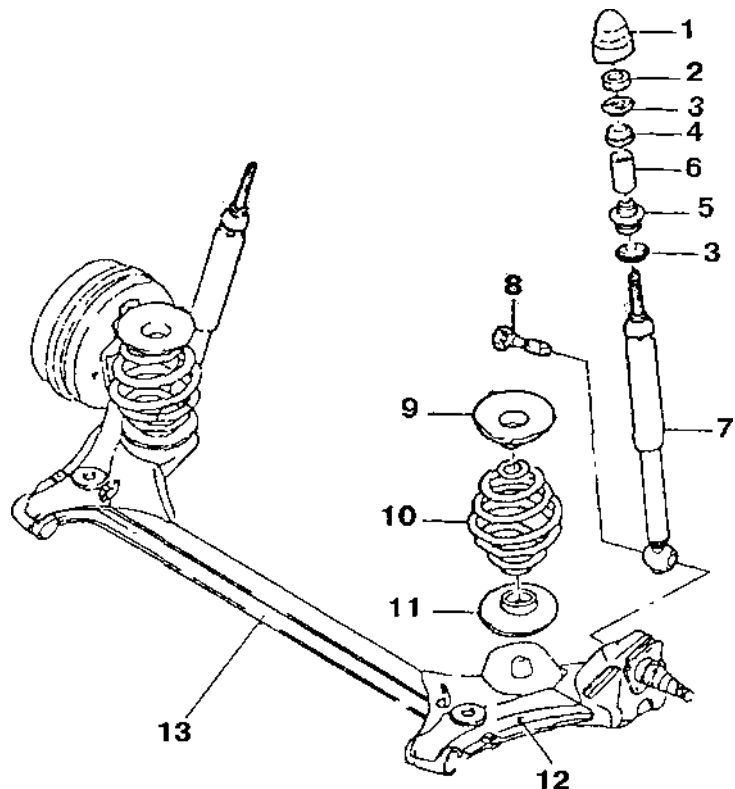

Рис. 5.26. Элементы конструкции упругого, направляющего и гасящего устройств задней подвески:
Элементы конструкции задней подвески представлены на рис. 5.26, 5.27.
• установить на шток амортизатора нижние обойму 3 и подушку 5 (рис. 5.26);
• установить на шток амортизатора втулку 6, верхнюю подушку 4 и обойму 3 (рис. 5.26), наживить гайку на шток, не затягивая её;